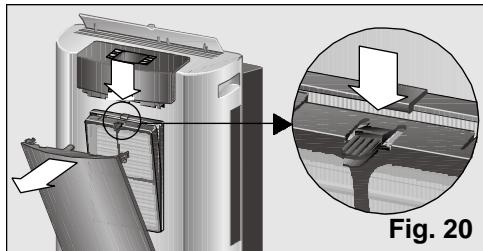

Fig. 20
- ❑ Sacar el filtro base del equipo, **Fig. 20.**
Todos los modelos disponen de un filtro base de aire que es necesario limpiar con el paso del tiempo, **Fig. 19.** Para ello sólo es necesario presionar el clip situado en la parte superior y sacarlo de su alojamiento, **Fig. 20.** Para lavarlo basta con pasarlo por agua corriente, secarlo y volverlo a instalar.